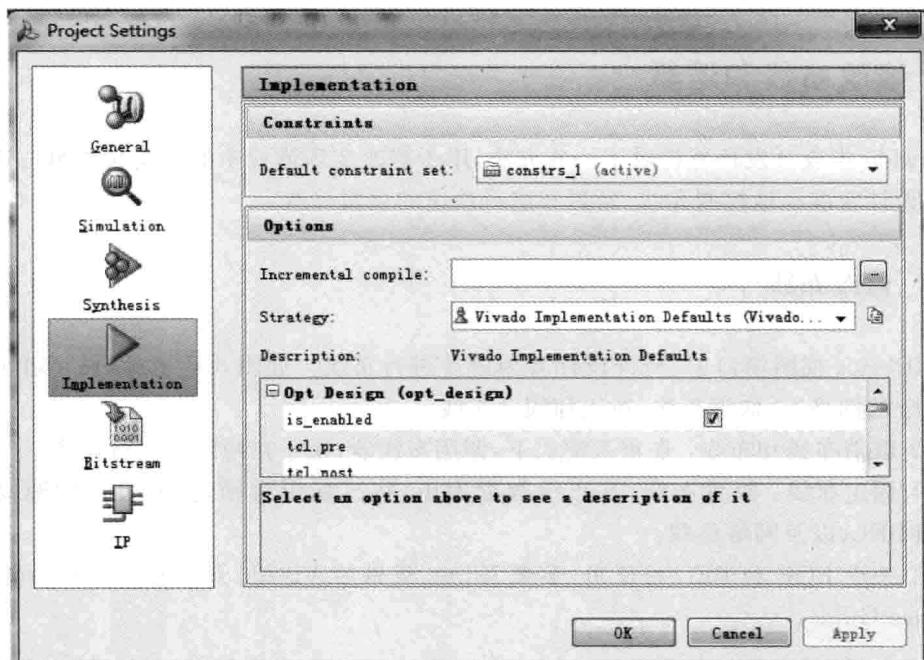

图 8.5 工程设置窗口
- ① 如果对设计运行进行了复位,则删除了参考设计检查点文件。如果要使用它,则将它单独保存到一个目录中。
- ② 如果不想使用增量编译,则在如图 8.5 所示的 Project settings 窗口下,将 Incremental compile 后面变为空,即:不使用参考设计检查点。